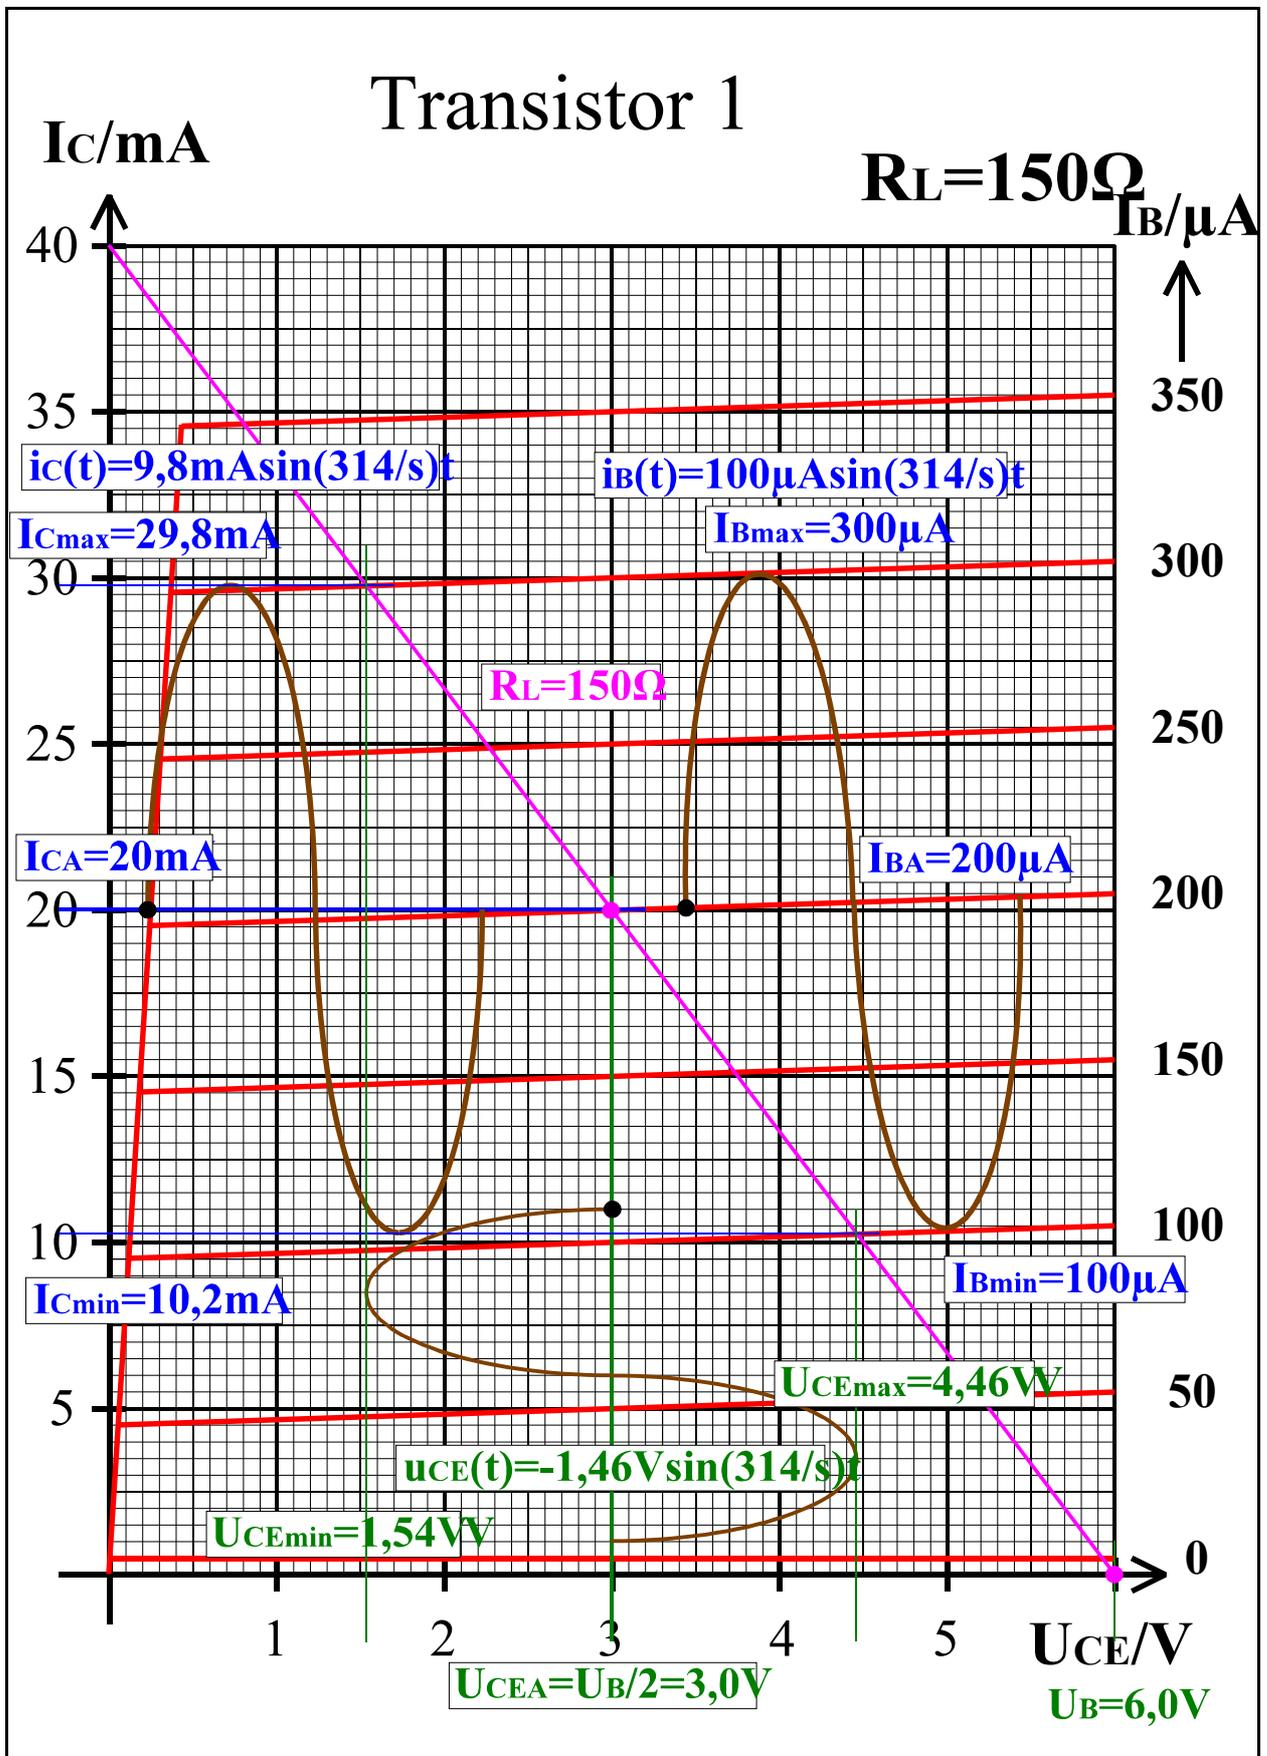

Abb. 14
1. Zeichnen der R_L -Gerade und Bestimmung des Wertes von R_L (Abb. 14)
2. Bestimmung des Basisstromes im Arbeitspunkt aus dem Kennlinienfeld (Abb. 14)